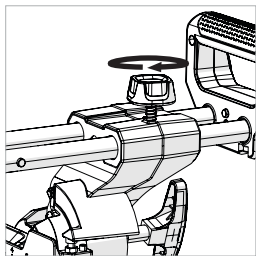

Fig. 12
- Avvitare la vite di bloccaggio scorrimento nel foro filettato posto sopra il braccio di destra del carrello a scorrimento. **(Fig. 12)**